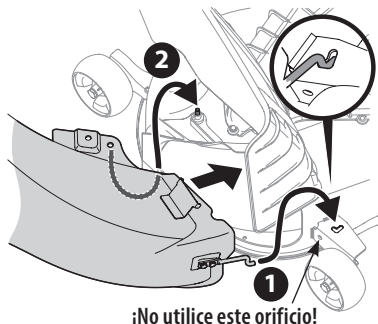

Figura 20
4. Inserte el extremo del codo del bota (1) en el orificio suministrado en el montaje de rueda de la plataforma tal como se muestra en el recuadro de la Figura 20.
5. Gire la bota hacia atrás hasta que el orificio del codo del bota se alinee con el pasador del adaptador de plataforma. Mueva la bota hacia abajo hacia ese pasador como se muestra en 2 de la Figura 20.